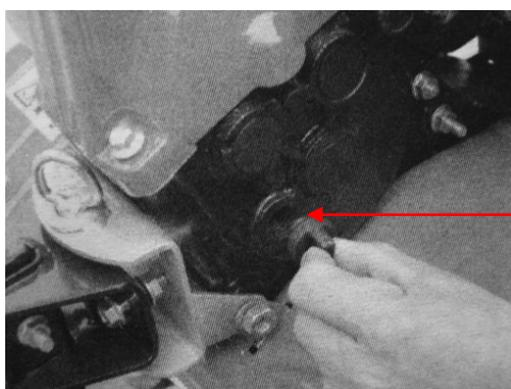

Figure 4
- Coloque la motoazada en una superficie horizontal y quitar el tapón (ver Fig. 4).